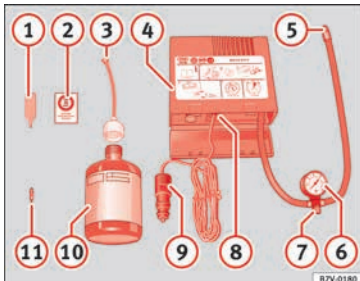

Abb. 57 Prinzipdarstellung: Bestandteile des Pannensets
• Ventilkappe und Ventileinsatz vom Reifenventil abschrauben. Verwenden Sie den Ventileinsatzdreher » Abb. 57 ① zum Heraus-schrauben des Ventileinsatzes. Legen Sie den Ventileinsatz auf einem sauberen Untergrund ab.
• Reifendichtmittelflasche kräftig schütteln » Abb. 57 ⑩.
• Schrauben Sie den Einfüllschlauch » Abb. 57 ③ auf die Dichtmittelflasche. Die Folie am Verschluss wird automatisch durchstoßen.
• Verschlussstopfen vom Einfüllschlauch » Abb. 57 ③ entfernen und das offene Ende ganz auf das Reifenventil stecken.
• Ventileinsatz mit dem Ventileinsatzdreher » Abb. 57 ① wieder in das Reifenventil schrauben.
• Reifenfüllschlauch » Abb. 57 ⑤ des Luftkompressors fest auf das Reifenventil schrauben.
• Prüfen, ob die Luftablassschraube » Abb. 57 ⑦ zuge dreht ist.
• Stecker » Abb. 57 ⑨ in die 12 Volt-Steckdose des Fahrzeugs stecken » Seite 147.
• Luftkompressor mit dem EIN- und AUS-Schalter » Abb. 57 ⑧ einschalten.